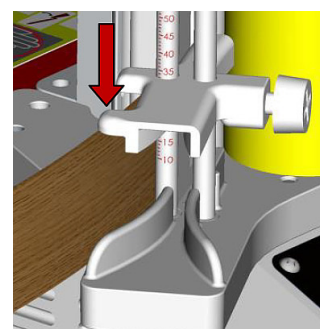

Abb. 13: Einstellen der Kantenführung
Schritt 2: Die Kantenführung (Abb. 13) soweit nach unten schieben, bis sie die Kante berührt. Danach die Schraube (6) festziehen.